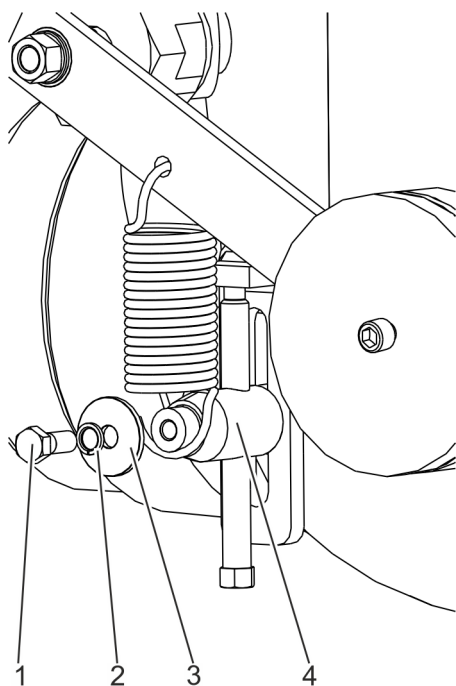

Fig. 39: Retirar el tornillo
4. → Retire el tornillo (Fig. 39/1) junto con la arandela de retención (Fig. 39/2) y la arandela (Fig. 39/3).
5. → Retire con cuidado el muelle del perno de unión (Fig. 39/4).